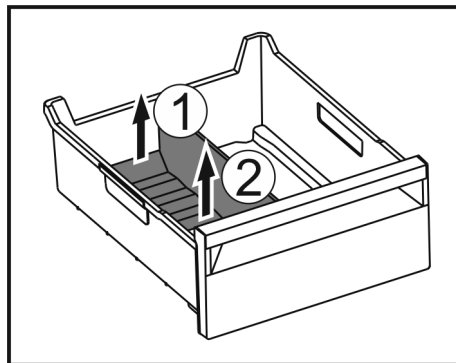

Fig. 221
- Приподнимите заднюю часть разделителя отделения для льда. Fig. 221 (1)
- Извлеките разделитель отделения для льда движением вверх. Fig. 221 (2)